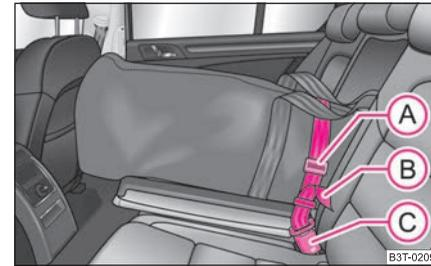

Abb. 106 Sicherung des Durchladesacks am mittlerem Gurtschloss der Rücklehne
- Stecken Sie den Sicherungsgurt des Durchladesacks **A** in das mittlere Gurtschloss **C** ⇒ Abb. 106.